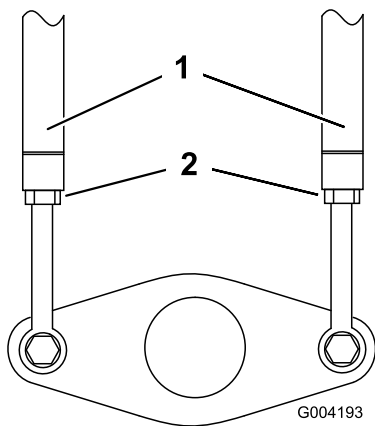

Figure 47
3. Desserrez les écrous de blocage sur les tiges de déplacement, sous le panneau de commande (Figure 47).